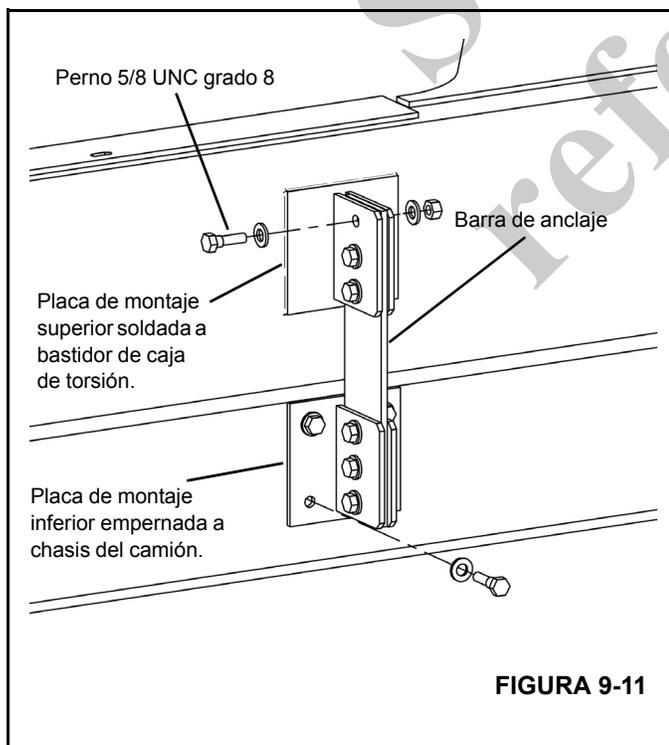

FIGURA 9-11
3. Utilice pernos para fijar la barra de anclaje (Figura 9-11) a la placa de montaje superior, apretándolos con la mano.